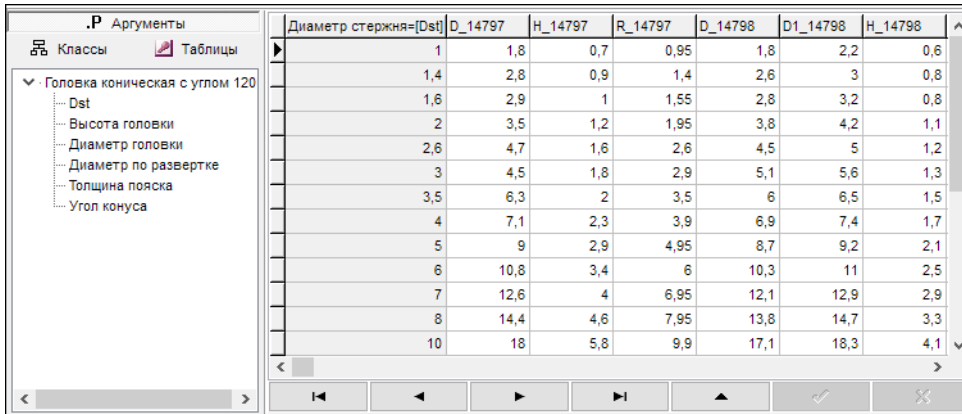

Рис. 4.48.
4. Укажите аргумент, значение которого нужно найти в ключевом поле таблицы при получении экземпляра класса. Для этого дважды щелкните левой клавишей мыши по аргументу *Dst* или укажите аргумент *Dst* и, не отпуская левой клавиши мыши, перетащите его на колонку *Диаметр стержня* (рис. 4.48).